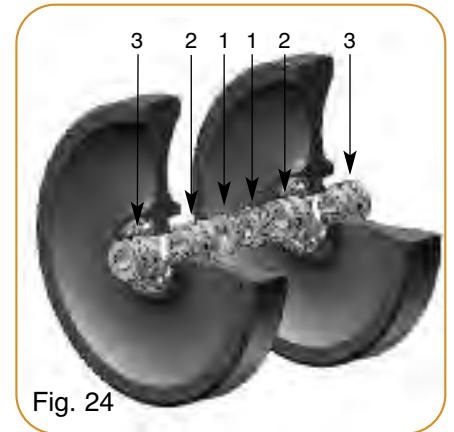

Fig. 24
- Montage version C : roue largeur 29 mm en double ligne, interligne 70 mm (fig. 24).
- Version C assembly : 29 mm wide wheel in double line, interline 70 mm (fig. 24)
- Montage Version C: Rad Breite 29 mm in verdoppelt Linie, Zwischenraum 70 mm (Abb. 24).
- Montaje versión C : rueda anchura 29 mm en doble línea, interlínea 70 mm (fig. 24).